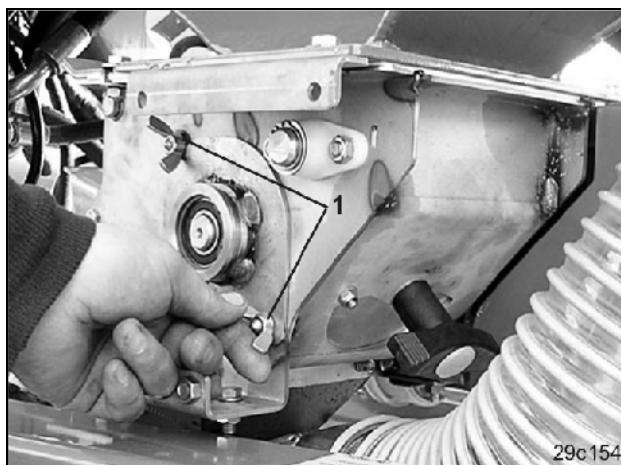

Fig. 73
- Ослабьте два барашковые гайки (Fig. 73/1).